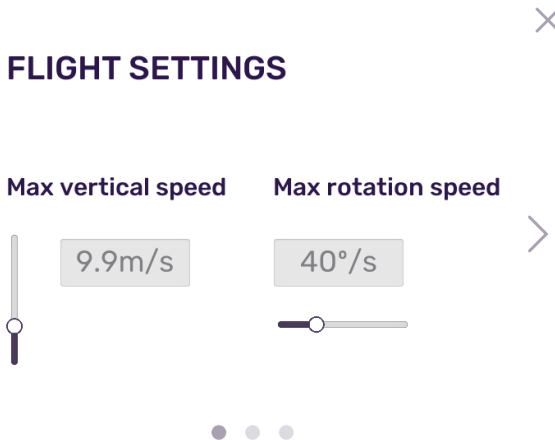

Figura 6. Configuración del vuelo
1. **Configuración de vuelo.** Véase la Figura 6. Muestra las restricciones de las maniobras del dron en el modo de vuelo automático. Estas restricciones se encargan de la velocidad vertical máxima en metros por segundo y la velocidad angular máxima en grados por segundo. Observe que cuando el dron se acciona en el modo manual, no se aplican estas restricciones.